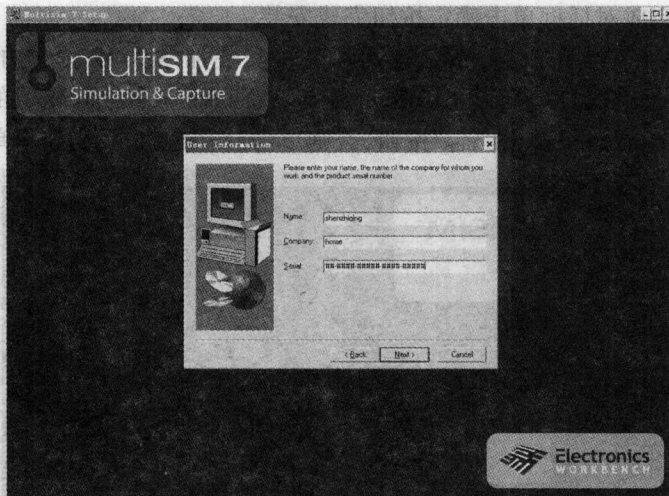

图 1.1.1 使用者信息对话框
(1) 安装前退出其他应用程序。
(2) 将安装光盘放入光驱(如果是硬盘备份版本, 请进入 Multisim 7 的安装文件夹)双击里面的“setup.exe”文件。
(3) 当弹出 Welcome 对话框后, 单击“Next”按钮。
(4) 出现 Software license Agreement 对话框, 要求用户阅读授权协议, 单击“Yes”按钮接受协议。
(5) 出现 User Information 对话框如图 1.1.1 所示, 要求输入用户信息及 Multisim 7 提供的序列码。输入完毕后单击“Next”按钮。